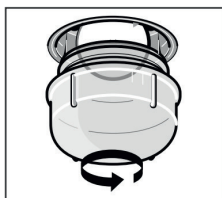

Abbildung 5
2. Drehen Sie den Glasaufsatz gegen den Uhrzeigersinn (siehe Abbildung 5).